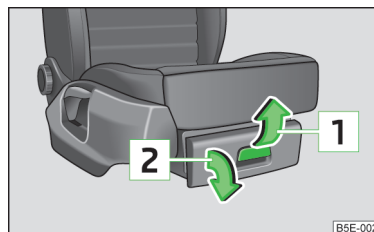

Fig. 73
- Trageți mânerul în sensul săgeții **1** » fig. 73. Compartimentul se deschide în sensul săgeții **2**.